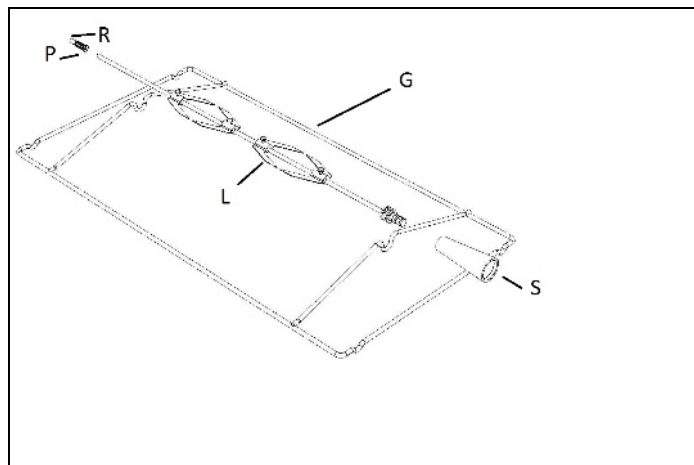

Fig. 23
- **Griglia con girarrosto (se applicabile):** Serve per grigliare utilizzando lo spiedo rotativo (Fig. 23). Inserire il portaspiedo (G) sulle griglie laterali al livello 3. Inserire la pietanza sullo spiedo e infilare il tutto nel forno, facendo entrare la punta dello spiedo nell'alberino che sporge nel laterale sx del forno e appoggiando lateralmente lo spiedo nell'alloggiamento del porta spiedo. Inserire la teglia sulle guide ad un livello inferiore, portare il termostato nella posizione relativa e premere il pulsante con il simbolo del girarrosto (versione forno elettrico).